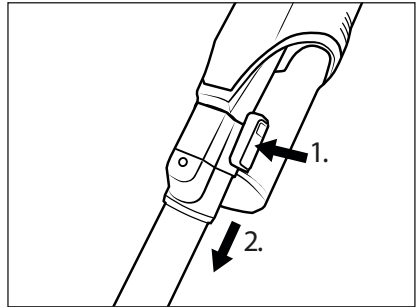

Abb. 11
- ♦ Um das Saugrohr **23** vom Gerät zu entfernen, halten Sie die Saugrohr-Entriegelungstaste **24** gedrückt und ziehen Sie das Saugrohr **23** von der Saugöffnung des Gerätes ab (siehe Abb. 11).